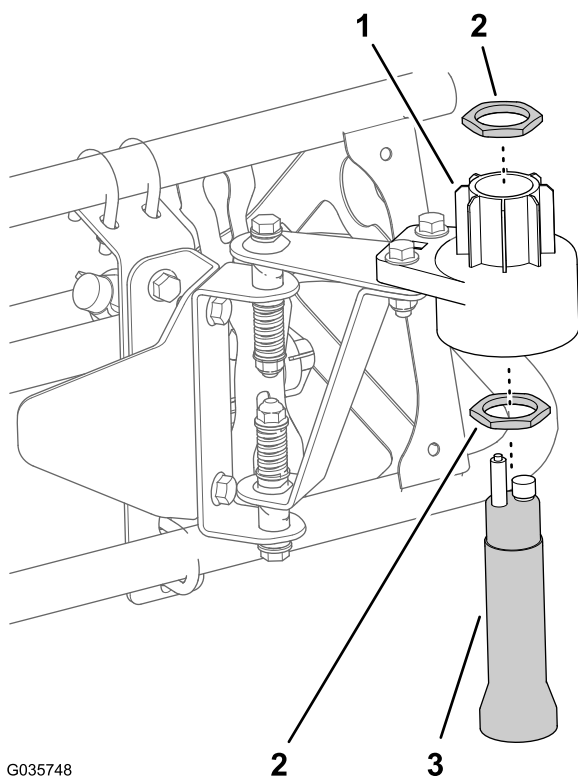

Figura 21
- Montați o piuliță de dimensiuni mari pe senzor (Figura 21).
- Introduceți senzorul în carcasa inferioară a senzorului (Figura 21).
- Montați cealaltă piuliță de dimensiuni mari pe senzor (Figura 21).